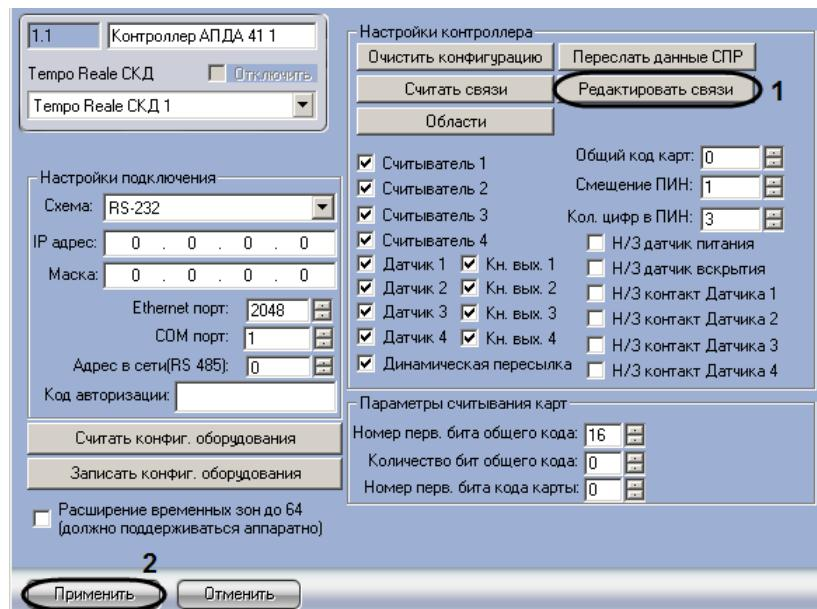

Рис. 3.3—7 Редактирование логических связей
- Для редактирования логических связей между событиями нажать кнопку **Редактирование связей** (Рис. 3.3—7, 1).